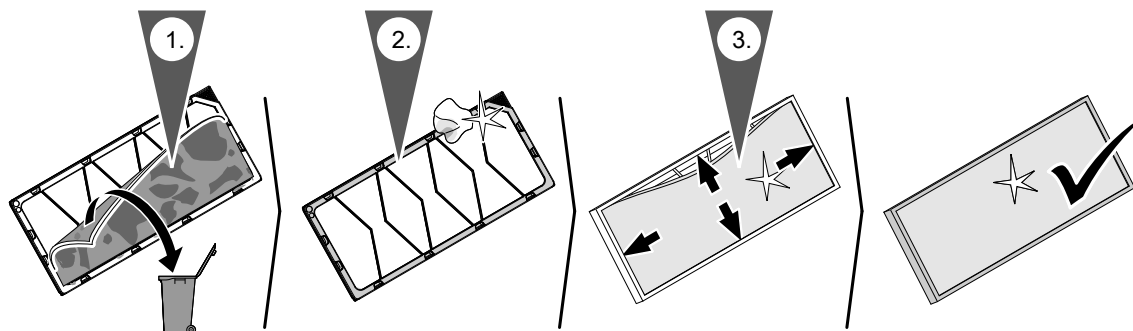

Рис. 16
- Применительно к фильтрам грубой очистки G4 (= ISO Coarse 60 %) заменить только фильтрующий материал в корпусе фильтра, см. на рис. 16.